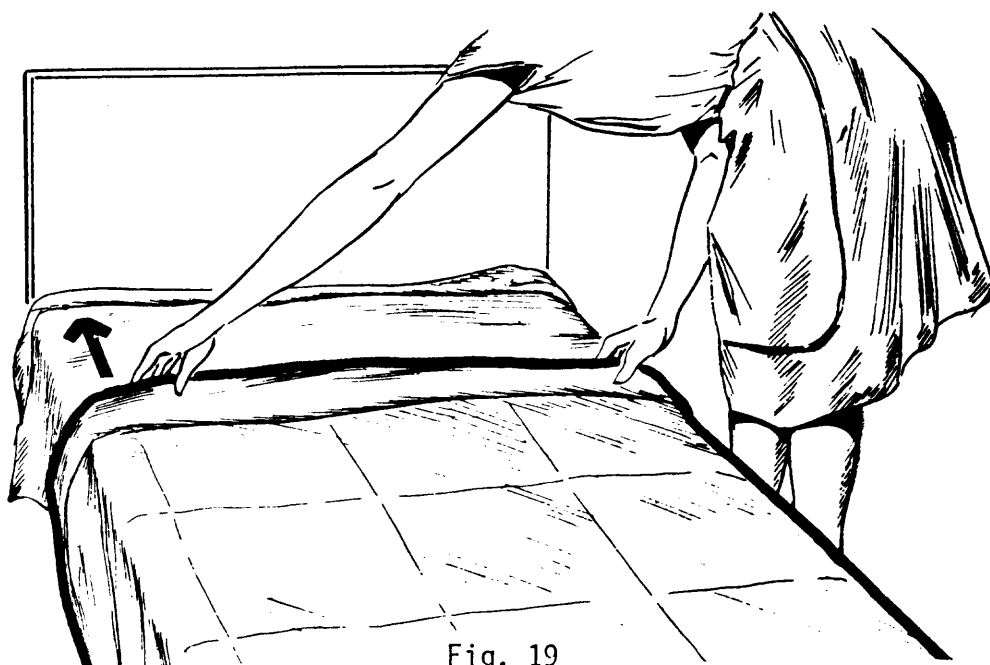

Fig. 19
- c Doble la colcha por debajo de la frazada, del lado de la cabecera, de modo que cubra el dobléz de la frazada (fig. 19).